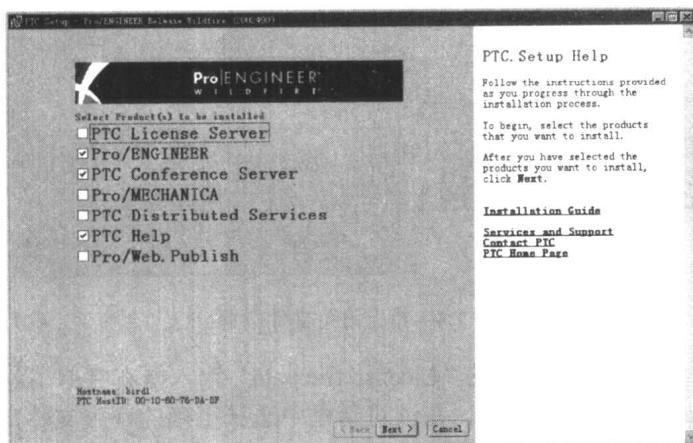

图 1.2 选择安装软件
(2) 稍等片刻, 安装程序将打开如图 1.2 所示的对话框, 在该对话框中用户可以根据自己的实际情况选择需要安装的选项。通常情况下, 至少应选择“Pro/ENGINEER”和“PTC Help”两项。